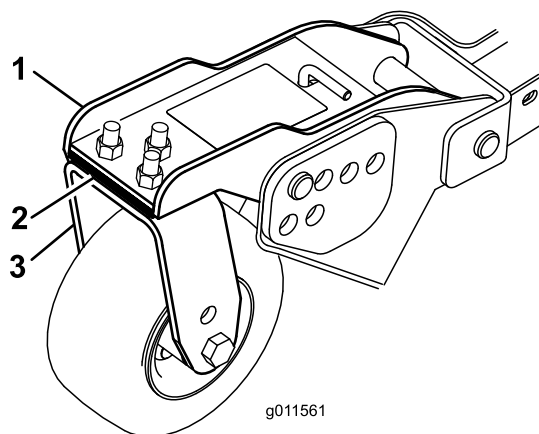

Figure 35
Tournez la lame sur chaque axe pour la diriger dans le sens longitudinal. Mesurez et notez la distance entre le sol et la pointe avant du tranchant. Ajoutez ou retirez des cales sur le ou les bras de roue pivotante avant pour faire correspondre la hauteur de coupe à celle indiquée sur l'autocollant (Figure 35). Pour l'axe de la lame extérieure seulement, voir Réglage de l'inclinaison du plateau de coupe avant \(page 78\).
3. Si le bord intérieur du plateau de coupe latéral est trop élevé par rapport au bord extérieur du plateau de coupe avant, retirez une cale au bas du bras de la roue pivotante intérieure avant du plateau latéral (Figure 35).